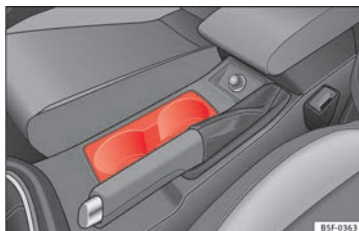

Fig. 155 Consola central: suporte para bebidas à frente.
- Coloque as bebidas no suporte » **Fig. 155.** Podem colocar-se duas bebidas. Nos revestimentos das portas existe a possibilidade